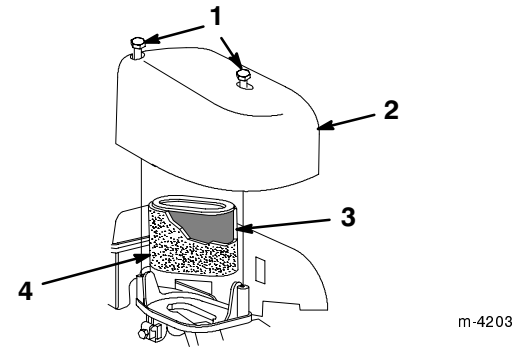

Figure 21
3. Retirez les vis de fixation du couvercle du filtre à air (Fig. 21).
4. Déposez le couvercle et nettoyez-le soigneusement (Fig. 21).
5. Enlevez le préfiltre en mousse (Fig. 21).
6. Nettoyez-le à l'eau avec un détergent doux, puis séchez-le en le serrant légèrement dans un chiffon (Fig. 21).
7. Enlevez et jetez l'élément filtrant en papier (Fig. 21).
8. Placez le préfiltre en mousse sur le nouvel élément en papier (Fig. 21).
9. Posez le filtre à air neuf (Fig. 21)
10. Posez et fixez le couvercle en place (Fig. 21).